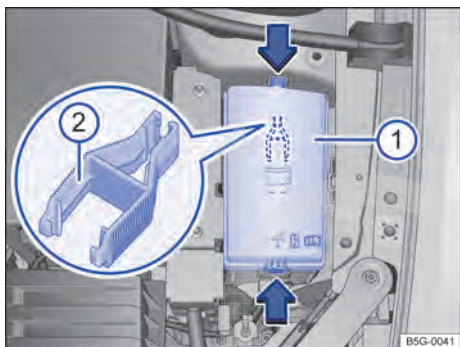

Fig. 214 No compartimento do motor: cobertura ① da caixa de fusíveis com pinça de plástico ②.
- Pressionar os botões de travamento no sentido da seta para destravar a cobertura da caixa de fusíveis → Fig. 214 **Ⓛ**.